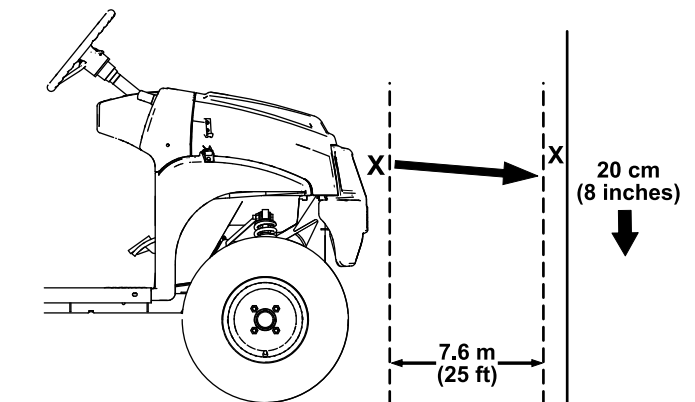

Рисунок 50
1. Припаркуйте машину на ровной горизонтальной поверхности; фары должны находиться приблизительно на расстоянии 7,6 м от стены (Рисунок 50).
Самая яркая часть луча фары должна быть на 20 см ниже отметки, нанесенной на стене (Рисунок 50).